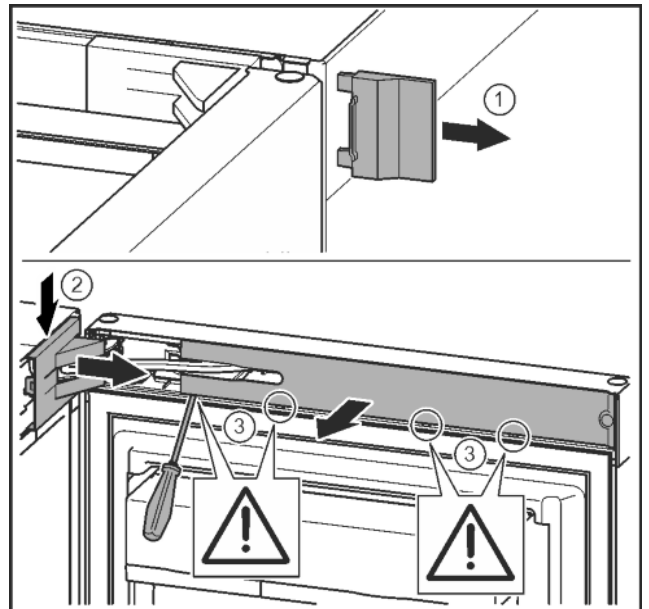

Fig. 9
- Зніміть зовнішню кришку. Fig. 9 (1)
- Звільніть і ослабте кришку опорного кронштейна. Зніміть кришку опорного кронштейна. Fig. 9 (2)
- За допомогою шліцевої викрутки звільніть від фіксатора та поверніть убік накладку. Fig. 9 (3)